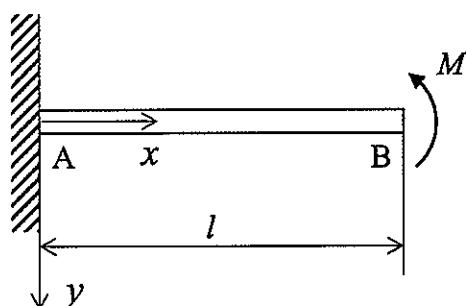

図 1-2
- (2) 図 1-2 に示すように、片持ちはりの点 B に曲げモーメント M が作用するとき、点 A でのたわみとたわみ角を求めよ。また、区間 AB ($0 \leq x \leq l$) におけるたわみとたわみ角を x の関数として表せ。ただし、はりのたわみ形状が下に凸になる場合に、曲げモーメントの符号を正とする。